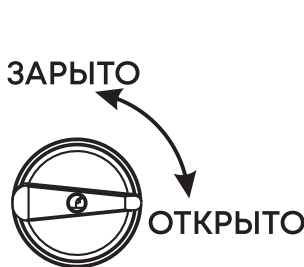

Рис. 18.
2. Откройте топливный кран (рис. 18).